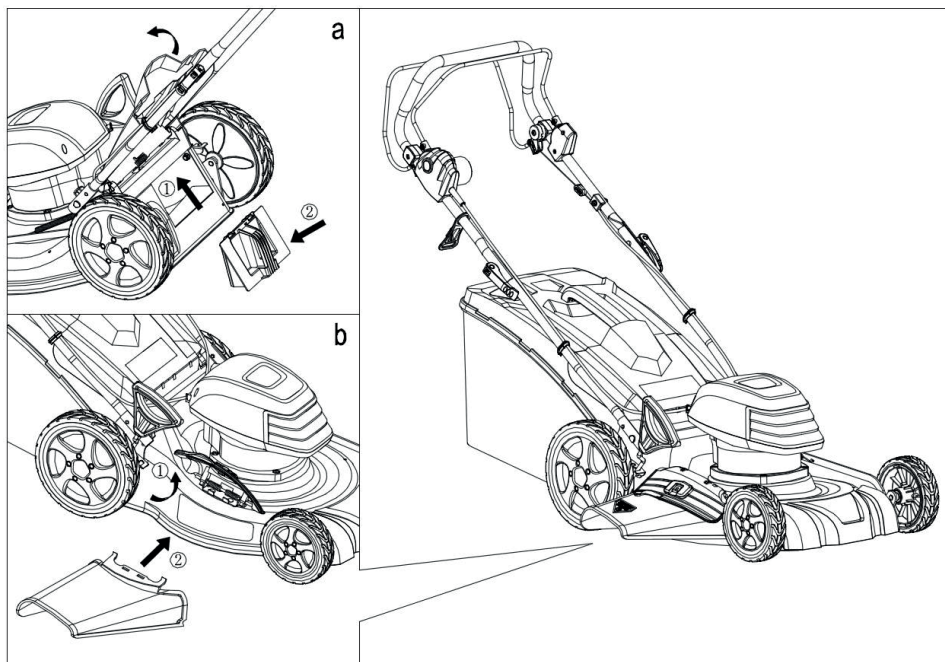

Рис. 3
- Для активации функции мульчирования поднимите заднюю крышку газонокосилки, снимите травосборник и зглушите выводной канал (1) для сбора травы в травосборник специальной заглушкой (2) как показано на рисунке. Затем, плотно прижмите заднюю крышку газонокосилки к корпусу (рис. 3а).